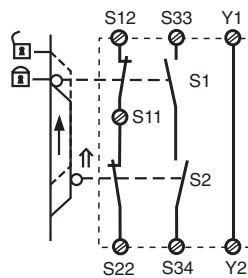

Fig. 6: Control de puerta de protección 3 / Comando porta di protezione 3 / Hekbesturing 3
- Comando per porta di protezione 3 (fig. 6)
- Heksturing 3 (afb. 6)